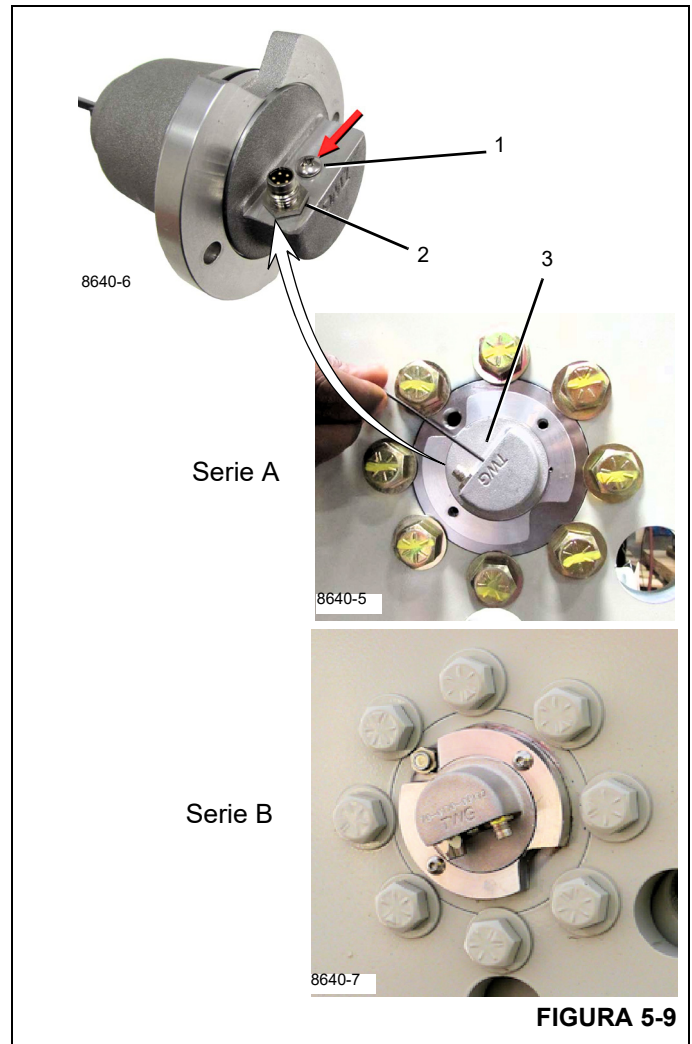

FIGURA 5-9
2. Desconecte la alimentación del MWI desconectando el cable del DRI (2, Figura 5-9).
3. Retire el tornillo de la cubierta del botón de programación del Sistema de monitoreo del malacate (HMS) (1, Figura 5-9) en el DRI.
4. Presione y mantenga presionado suavemente el botón de programación (3, Figura 5-9) y retorne la alimentación al MWI volviendo a conectar el cable del DRI.
NOTA: Mantener presionado el botón durante más de 15 segundos pone el HMS en modo de envío en las unidades de la serie A. (Vea la Figura 5-9) Vea Modo de envío para obtener información adicional.
NOTA: Si no se vuelve a instalar el tornillo de programación (1, Figura 5-9), el funcionamiento del MWI podría verse afectado.
3. Retire el tornillo de la cubierta del botón de programación (1, Figura 5-9).